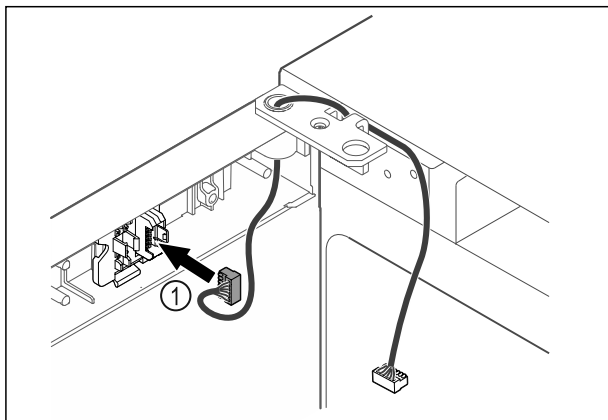

Fig. 42
- ▶ Zasuňte zástrčku Fig. 42 (1) do držáku zástrčky.